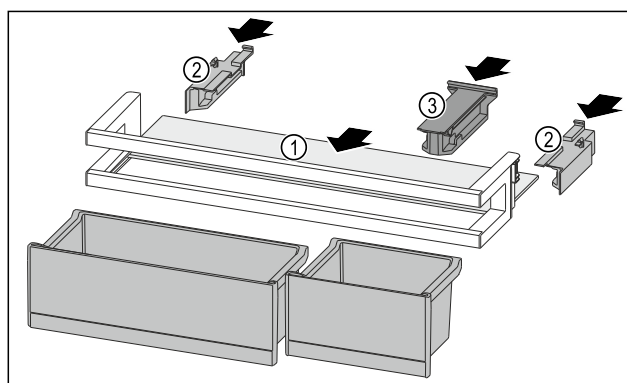

Fig. 91
- Introduzca el estante Fig. 91 (1) en los huecos laterales.
- Inserte las partes laterales Fig. 91 (2).
- Inserte la pieza de retención Fig. 91 (3).